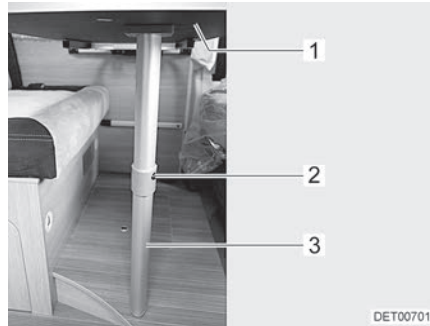

Bild 84 Sängstomme
- Lyft upp bordsskivan (Bild 84,1) något framtill.
- Tryck på låsknappen (Bild 84,2) och fäll upp den nedre delen av det ledade stödbenet (Bild 84,3) 90°.